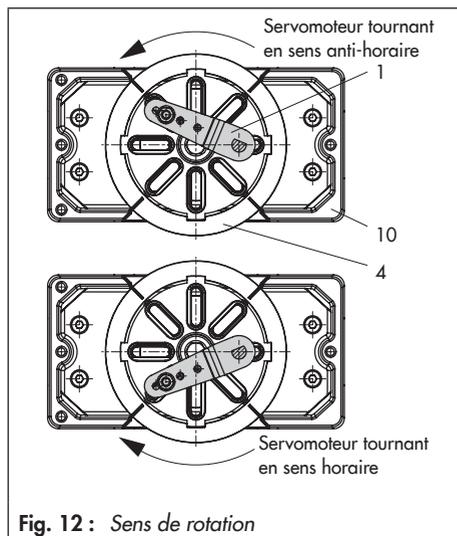

Fig. 12 : Sens de rotation
1. Monter le corps (10) sur le servomoteur rotatif. Pour un montage VDI/VDE, utiliser les entretoises (11) si nécessaire.
2. **Sur les servomoteurs rotatifs SAMSON type 3278 et VETEC S160**, visser l'adaptateur (5) sur l'extrémité libre de l'arbre du servomoteur rotatif. Pour le **servomoteur VETEC R**, monter l'adaptateur (5.1). Pour les **servomoteurs SAMSON type 3278, VETEC S160 et VETEC R**, monter l'adaptateur (3) uniquement si la taille du servomoteur l'exige pour une **exécution VDI/VDE**.
4. Insérer l'accouplement (4) dans la fente de l'indicateur de position du servomoteur ou sur l'adaptateur (3) et le fixer à l'aide de la vis (4.1) et de la rondelle-ressort (4.2).
5. Dévisser et retirer le palpeur standard (2) situé sur le levier M (1) du positionneur. Visser le palpeur (\varnothing 5 mm) fourni dans le kit de montage en position 90° .
6. Monter éventuellement le bloc manomètres (7) avec les manomètres ou, si un raccord taraudé G $\frac{1}{4}$ est requis, la plaque de raccordement (6) en s'assurant que les deux joints (6.1) sont positionnés correctement. Pour les servomoteurs rotatifs sans ressorts à double effet, un amplificateur-inverseur est nécessaire pour le montage sur servomoteur, cf. chapitre 4.6.
8. Placer le positionneur sur le corps (10) et visser. Aligner le levier (1) de sorte que son palpeur s'insère dans la fente correspondante en tenant compte du sens d'action du servomoteur (Fig. 12).